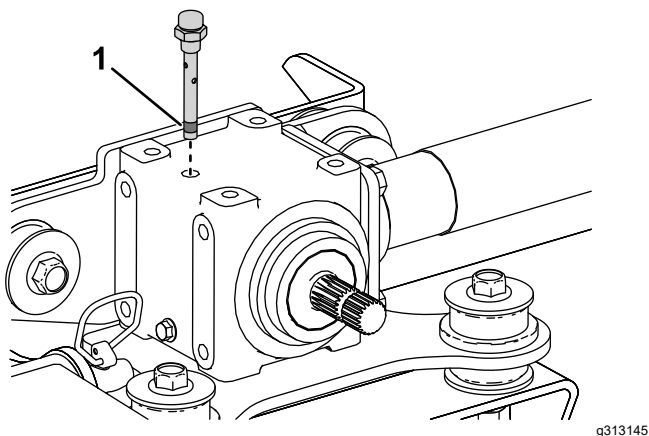

Рисунок 24
2. Снимите сапун с верхней части редуктора (Рисунок 24) и убедитесь в том, что уровень масла находится между отметками заполнения на нижней части сапуна. Если уровень масла низкий, долейте такое количество масла, чтобы его уровень располагался между отметками.